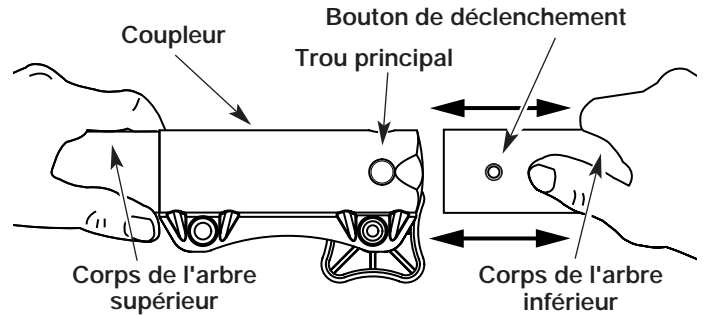

Fig. 8
3. Tenez fermement le corps de l'arbre supérieur et retirez l'accessoire d'élagage du coupleur (fig. 8).
2. Tenez fermement l'accessoire et enfoncez-le tout droit dans le coupleur (fig. 8).
MISE EN GARDE : verrouillez le bouton de déclenchement dans le trou principal (fig. 8) et vissez bien le bouton avant de faire marcher l'appareil.